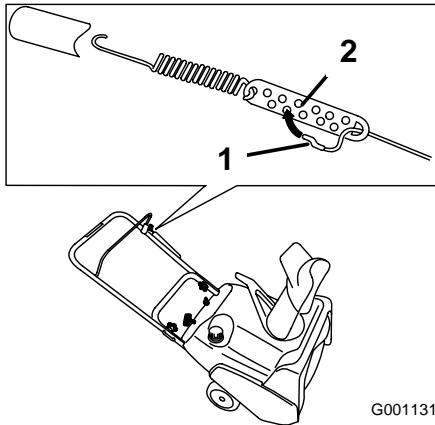

Figure 21
2. Accrochez le raccord en Z à un trou plus haut ou plus bas sur la biellette de réglage de manière à obtenir un écart de 2 à 3 mm (1/16 à 1/8 pouce) entre la barre de commande et le guidon (Figure 21).